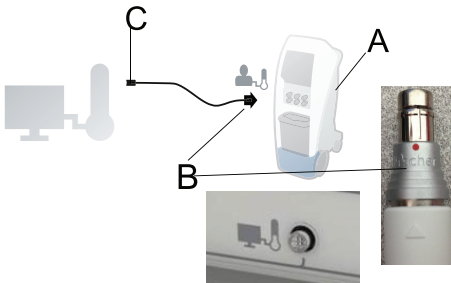

Figura 5 –
1. Alinee el punto rojo del **cable de temperatura del paciente reutilizable** (B) con el puerto para el dispositivo externo del controlador (A) (Figura 5).